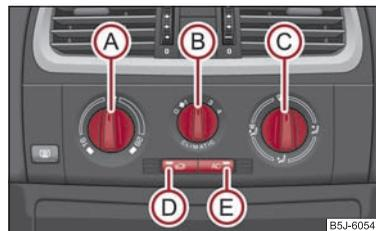

Abb. 89 Climatic: Bedienungselemente ▶
- Drücken Sie die Taste \Rightarrow Seite 84, Abb. 89, in der Taste leuchtet die Kontrollleuchte auf.
Wenn der Luftverteilungsregler in der Position \Rightarrow Seite 84, Abb. 89 steht, wird der Umluftbetrieb automatisch ausgeschaltet. Durch wiederholtes Drücken der Drucktaste können Sie auch in dieser Stellung den Umluftbetrieb wieder einschalten.
Die Klimaanlage arbeitet, wenn der Schalter  ⇒ Seite 84, Abb. 89  gedrückt ist und folgende Bedingungen erfüllt sind:
- Drehen Sie den Drehregler **(A)** ⇒ Abb. 89 nach rechts, um die Temperatur zu erhöhen.
- Drücken Sie die Taste  **(E)** ⇒ Abb. 89. In der Taste leuchtet die Kontrollleuchte.